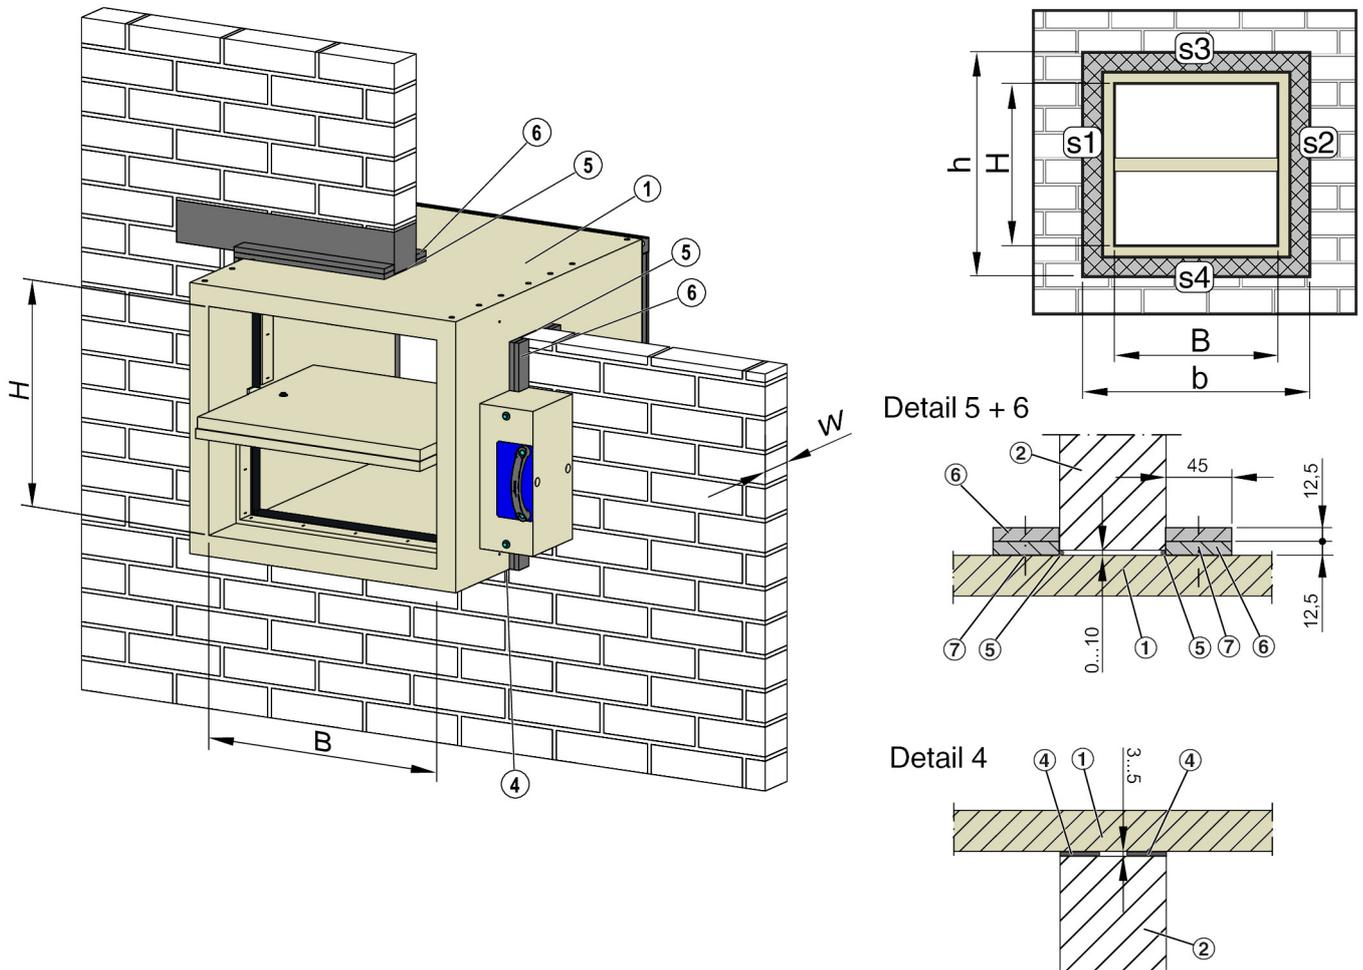

Abb. 12: Trockeneinbau in Massivwand, Einbauvariante b, Klassifizierungsindex:  $v_{ew}$
1. ▶ Einbauöffnung fachgerecht herstellen, siehe Abb. 12 .